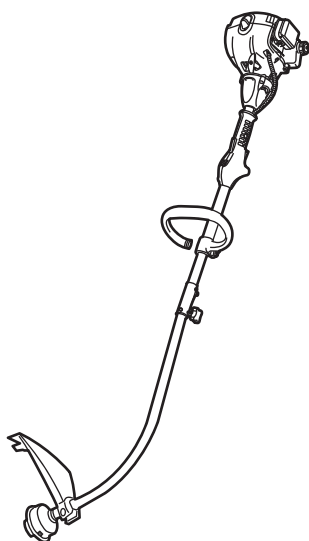
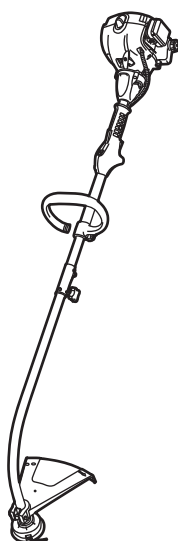

Fig.10c
Fig.10b
- > Réglez à 0° pour de la pelouse sur sol plat (fig. 10c), et à 90° ou 180° pour de la pelouse située près des murs et sur les bordures (fig. 10b et 10d).